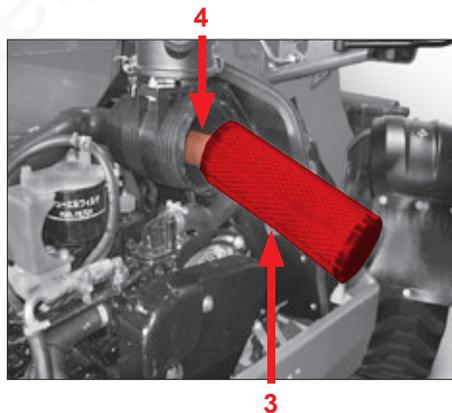

Fig. 105
2. Træk hovedfilterelementet ud pos. 3 (fig. 105). Sikkerhedsfilterelementet afmonteres ikke.
Hvis det under vedligeholdelsen af tørluftfilteret kan ses, at der foreligger en vedligeholdelsesfejl, eller at hovedfilterelementet er beskadiget, skal sikkerhedsfilterelementet pos. 4 (fig. 105) udskiftes.
3. Træk hovedfilterelementet ud pos. 3 (fig. 105).
4. Træk sikkerhedsfilterelementet ud pos. 4 (fig. 105).